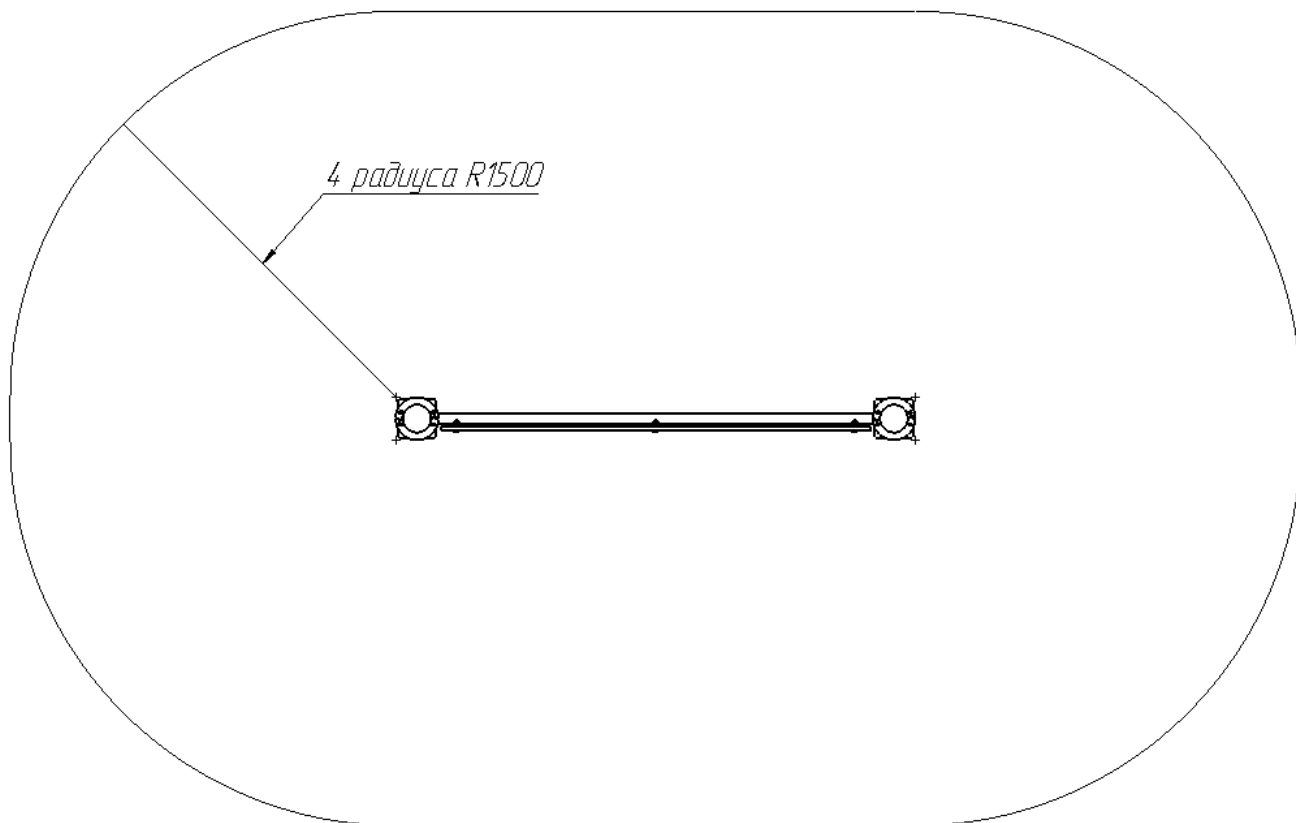
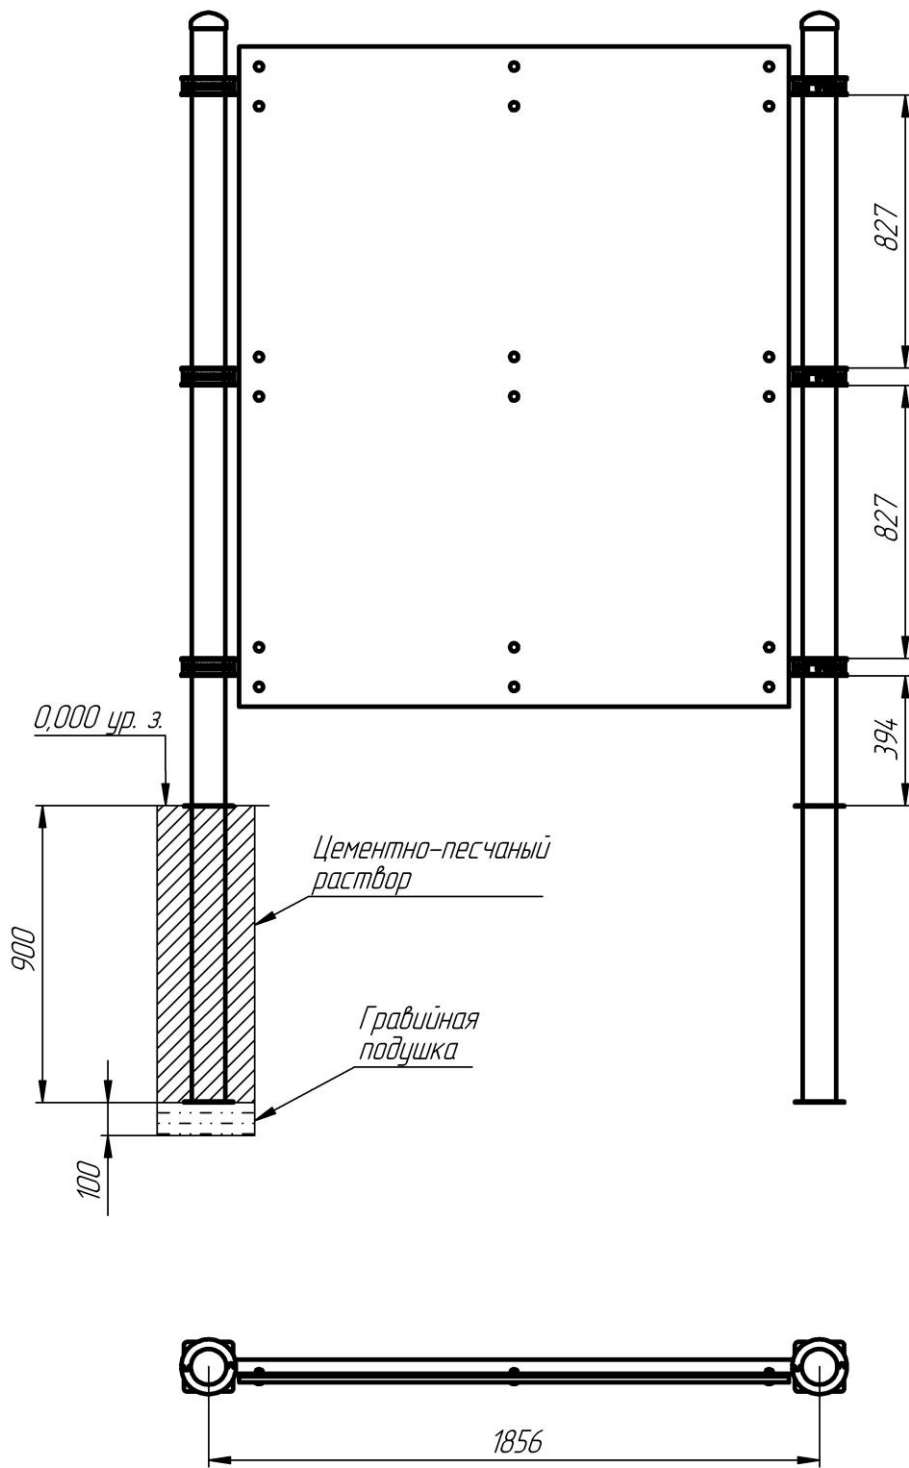

Рис.1
Рис. 4
Над зоной перемещения, представленной на рис.1., должно быть пространство на высоту 5,3 м свободное от строений, зеленых насаждений и элементов других конструкций.
- 8.1.2. Установка Изделия проводится на ровной площадке, свободной от насаждений. Размер площадки не меньше указанного на зоне безопасности (см. рис.1).
- 8.3.1. Устойчивость Изделия достигается при помощи бетонирования части конструкции (см. рис. 4). На месте установки комплекса подготавливаются углубления размером 220x220 мм, глубиной 1000 мм в количестве 2 штук. На дно углублений засыпается гравийная подушка высотой 100 мм и утрамбовывается. Далее устанавливаются столбы на глубину 900мм (согласно монтажной схеме рис.1). Далее столбы заливаются цементно-песчаным раствором (типа бетон), параллельно контролируя вертикальность состояния заливаемых элементов. После окончательного застывания цементно-песчаной основы, на столбы навешивается щит с камнями при помощи хомутов.